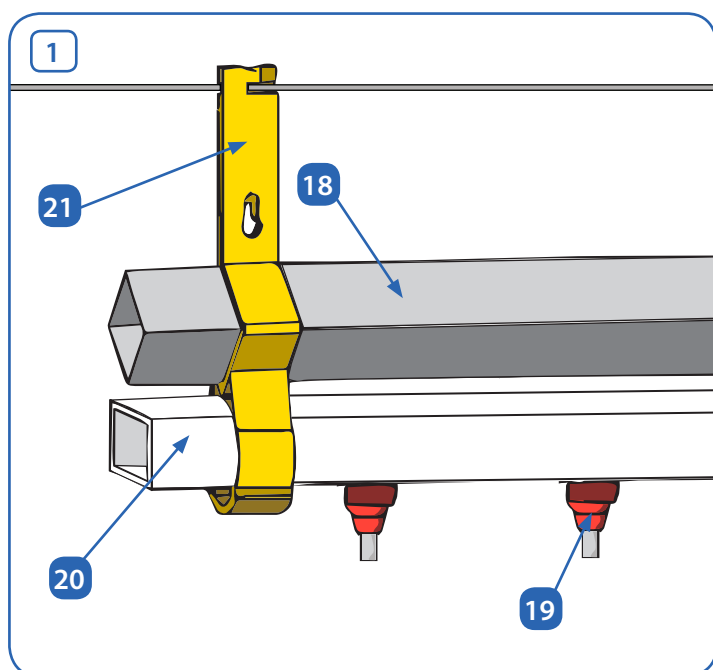
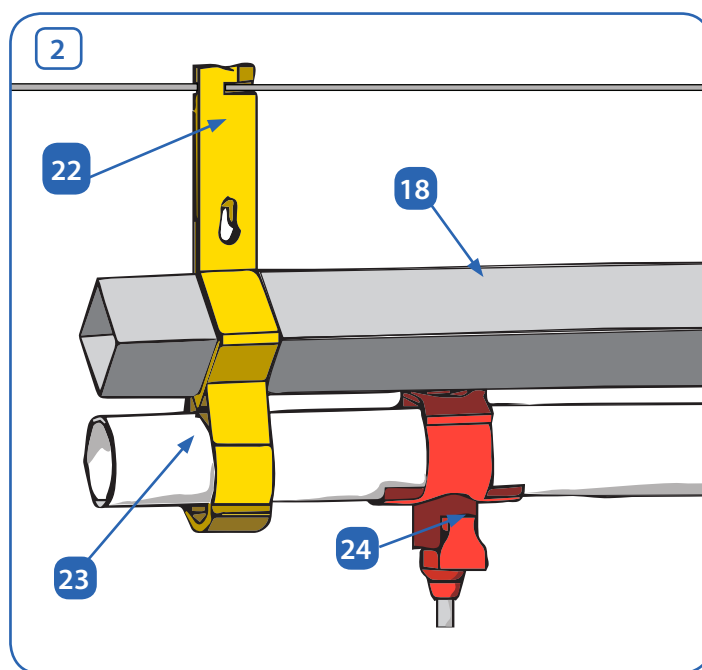
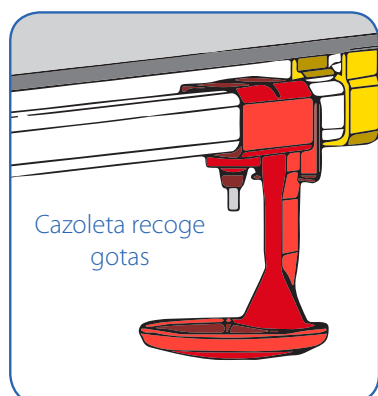

Fig. 22. Tipo de Línea de Bebedero 1
Fig. 23. Tipo de Línea de Bebedero 2
Fig. 33. Cazoleta recoge - gotas.
- Bebederos **19** roscados directamente al tubo de PVC (Fig. 22).
2 Barra de soporte en tubo cuadrado de acero galvanizado **18**, con bebederos montados sobre tubo de PVC redondo de Ø26,6 mm **23** y abrazadera para cable antiasseladero y sujeción para tubo de PVC redondo **22**. Con bebederos tipo "SNAP" **24** para tubo redondo (Fig. 23).
Extienda a lo largo de la nave todos los tramos de 3 m. de perfil de aluminio que sean necesarios para realizar la instalación. Determine el número de soportes amarillos **22** (Fig.22) y (Fig.23) ó **26** (Fig.24) y (Fig.25) necesarios para una correcta sujeción de la línea de bebederos.
En la configuración del tipo de líneas de bebederos **2** (Fig.23) y **4** (Fig.25), montados sobre tubo redondo de PVC, las tetinas no se suministran montadas. Los tubos redondos de PVC se suministran con los agujeros necesarios para la instalación de las tetinas, según número de tetinas por tramo solicitadas (12 - 15 - 20). Antes de montar los tramos de tubería de PVC pondremos las tetinas en sus agujeros correspondientes. Hay que tener la precaución de que la tetina tenga la junta de goma para que no existan fugas de agua.
En la configuración del tipo de líneas de bebederos **1** (Fig.22) y **3** (Fig.24), montados sobre tubo cuadrado de PVC, las tetinas de acero se suministran montadas en el propio tubo de PVC. Con la utilización de los bebederos montados directamente sobre un tubo de PVC cuadrado, es posible utilizar una cazoleta recoge-gotas (Fig.33).